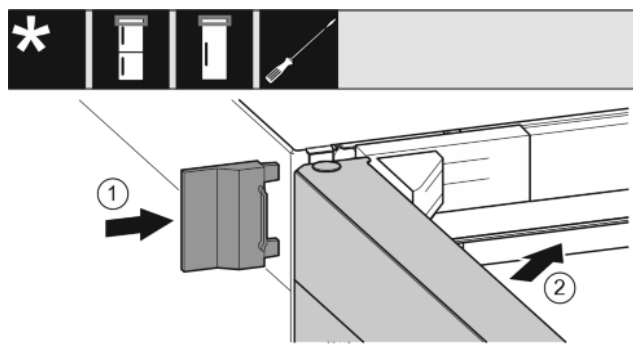

Fig. 19
- Nasuňte vonkajší kryt. Fig. 19 (1)
- Zatvorte horné dvere. Fig. 19 (2)